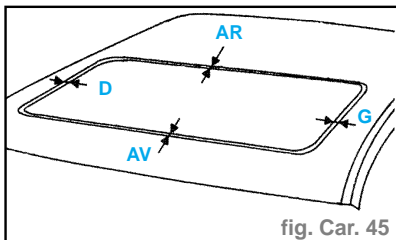

fig. Car. 45
- À l'aide d'un régleur, contrôler sur trois points la répartition du jeu. (fig. Car. 45)